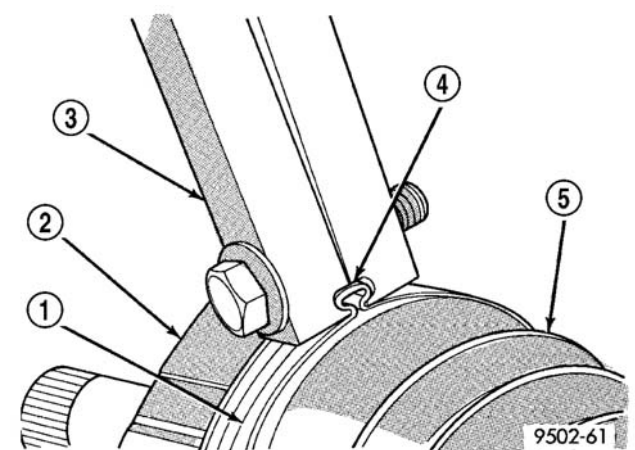

图 22 安装的密封套卡箍
- (2) 拧紧卷边工具 C-4975-A 上的螺母，直到工具上的钳夹面对面地完全闭合（图 22）。